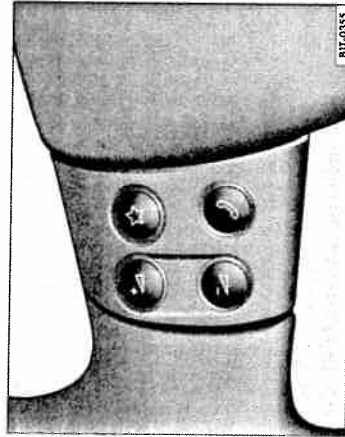

Fig. 20 Volanul multifuncțional: Partea stângă.
- Apăsăți scurt tasta  ⇒ fig. 20 de pe volanul multifuncțional¹⁹⁾.